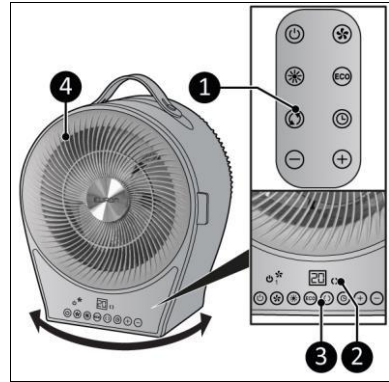

Abbildung 10
1. Drücken Sie den Bewegungsschalter auf der Schalttafel (Abbildung 10, Pos. 3) oder auf der Fernbedienung (Abbildung 10, Pos. 1).
3. Das Gerät (Abbildung 10, Pos. 4) beginnt sich von links nach rechts in einem Winkel von 70° zu drehen.